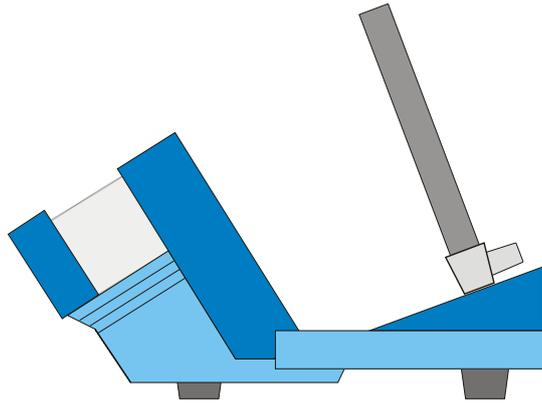

Fig. 2 Montaje de la bobina para un campo axial
- Coloque la base de la bobina por la parte delantera en la ranura. Al hacerlo, observe que las conexiones señalen hacia delante (véase fig. 2).